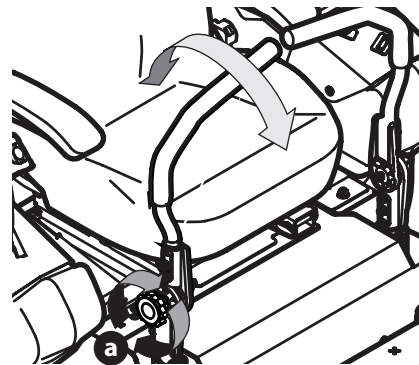

Figura 7
1. Afloje la perilla de la palanca de control para desbloquear las palancas de control de la transmisión (Figura 7).
2. Mueva las palancas de control de la transmisión al ángulo deseado y vuelva a apretar la perilla de control de la transmisión para fijar las palancas de control de la transmisión en su sitio (Figura 7).